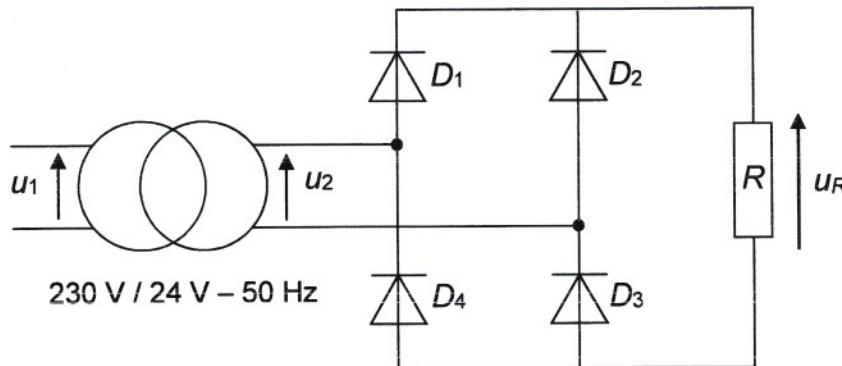

Figure 1
Il est alors nécessaire de transformer le signal du secteur pour l’adapter au moteur à l’aide d’un convertisseur alternatif-continu. Le circuit est schématisé sur la figure 1 ci-dessous.
Le transformateur monophasé 230 V / 24 V – 50 Hz du schéma de la figure 1 est supposé parfait et alimente directement un pont redresseur de tension à quatre diodes (aussi appelé pont de Graëtz) supposées idéales.
- Q3** - Compléter le tableau du document réponse n°1, en donnant la relation de u_R tension aux bornes de conducteur ohmique R représentée sur la figure 1, en fonction de u_2 .